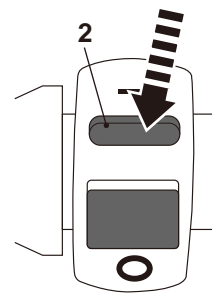

Fig. 30
- > Coloque el interruptor de encendido de la empuñadura superior (2) y del motor (28) en la posición "I" para arrancar el producto (Fig. 30).